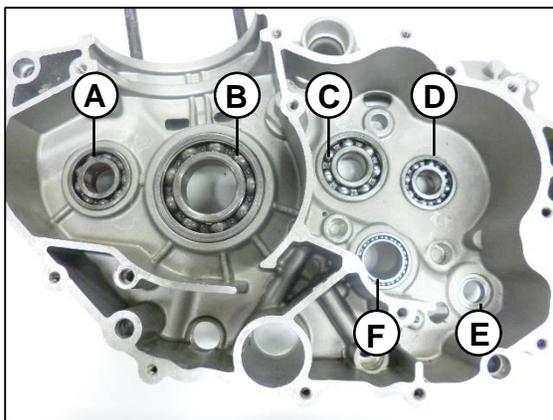

Fig. 28
(F) rodamiento selector cambios (6805 Marca C&U) **Fig. 28**